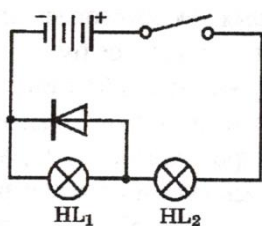

Рис. 3
6. Собрать цепь по схеме (рис. 3). Описать наблюдаемый эффект после замыкания ключа. Указать путь тока.